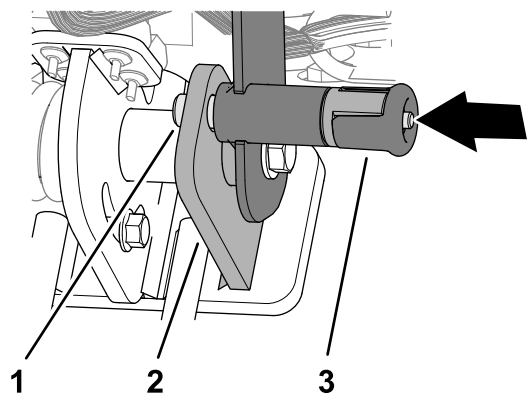

Figura 6
4. Rotiți bara de ghidare în sus și fixați-o cu tiftul de blocare a barei de ghidare (Figura 6).